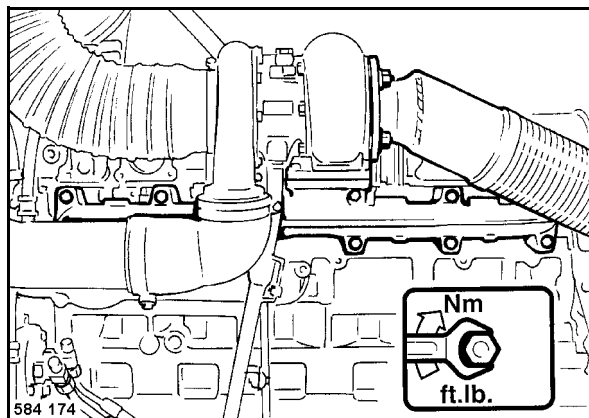

Fig. 149
- Reapretar las fijaciones del tubo de aspiración y de escape (Fig. 149) en las culatas.